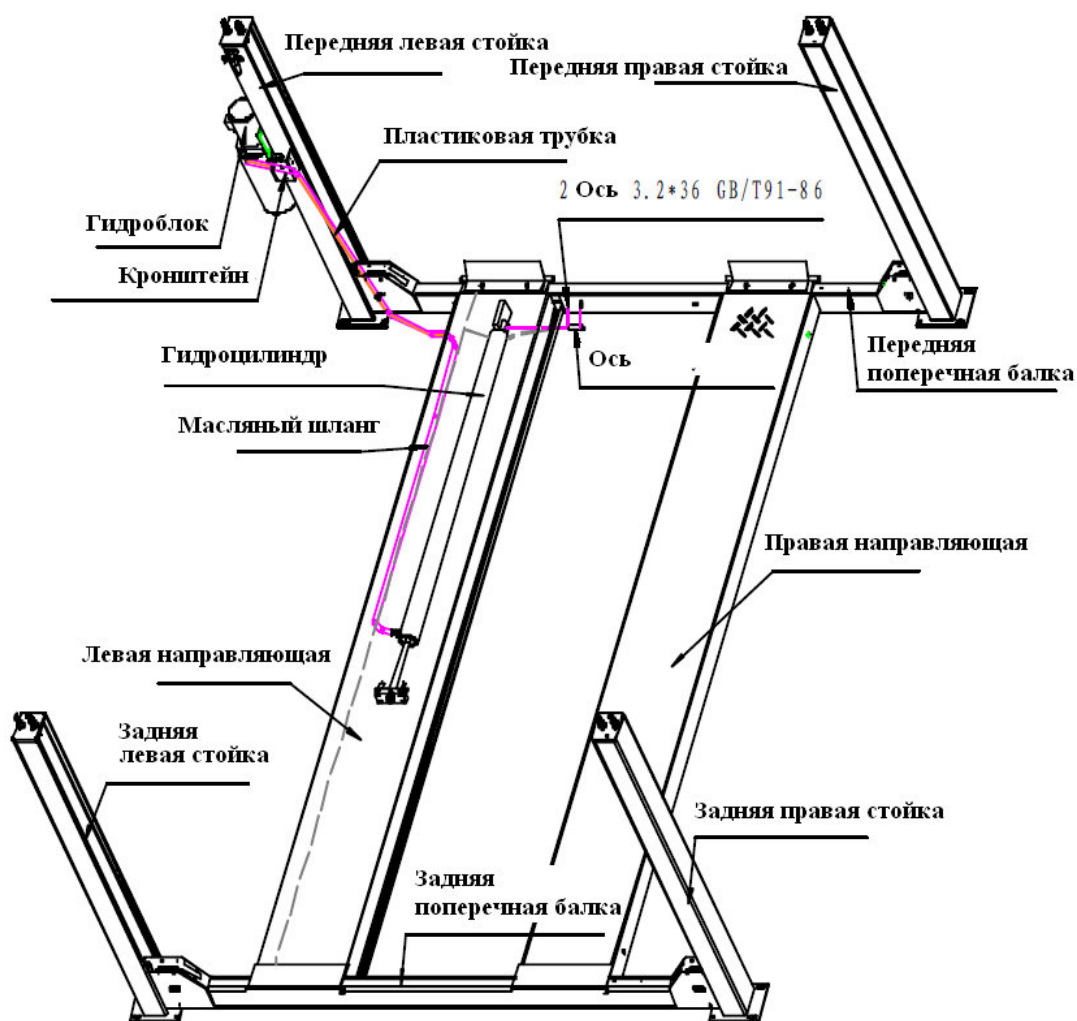

Рисунок 14
5. Установить все гидрролинии, надежно закрепить все штуцеры, чтобы избежать утечек (рис.14).